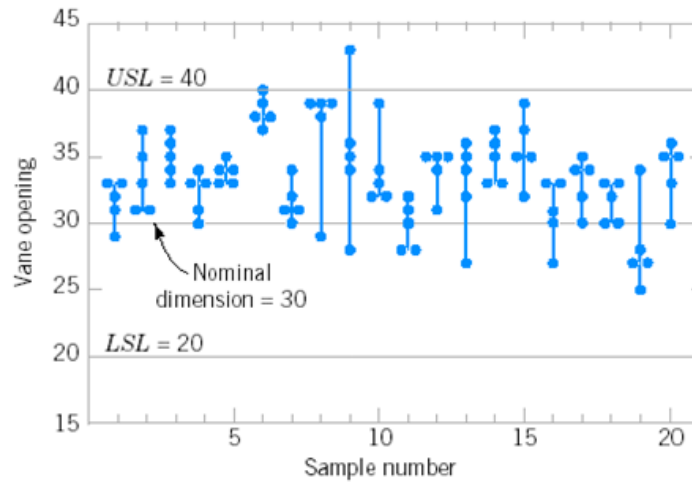

Figura 6.8: *Diagrama de tolerancia* de la apertura de las paletas.
- ▷ El *gráfico de tolerancia*, donde representamos cada muestra en un eje vertical (ver Figura 6.8).